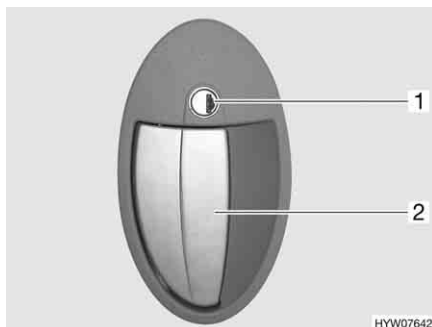

Fig. 40 Serratura della porta (porta di ingresso, lato esterno)
- Inserire la chiave nel cilindro della serratura (Fig. 40,1) e ruotare in senso orario, fino a quando la serratura della porta si sblocca.
- Tirare la maniglia della porta (Fig. 40,2). La porta è aperta.
- Inserire la chiave nel cilindro della serratura (Fig. 40,1) e ruotare in senso antiorario, fino a quando la serratura della porta si blocca.